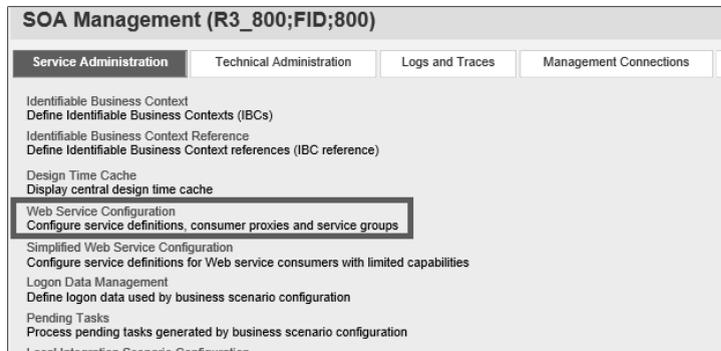

Abbildung 10.17 Webservice im SOA Management konfigurieren
2. Klicken Sie auf den Link **Web Service Configuration** (siehe Abbildung 10.17).